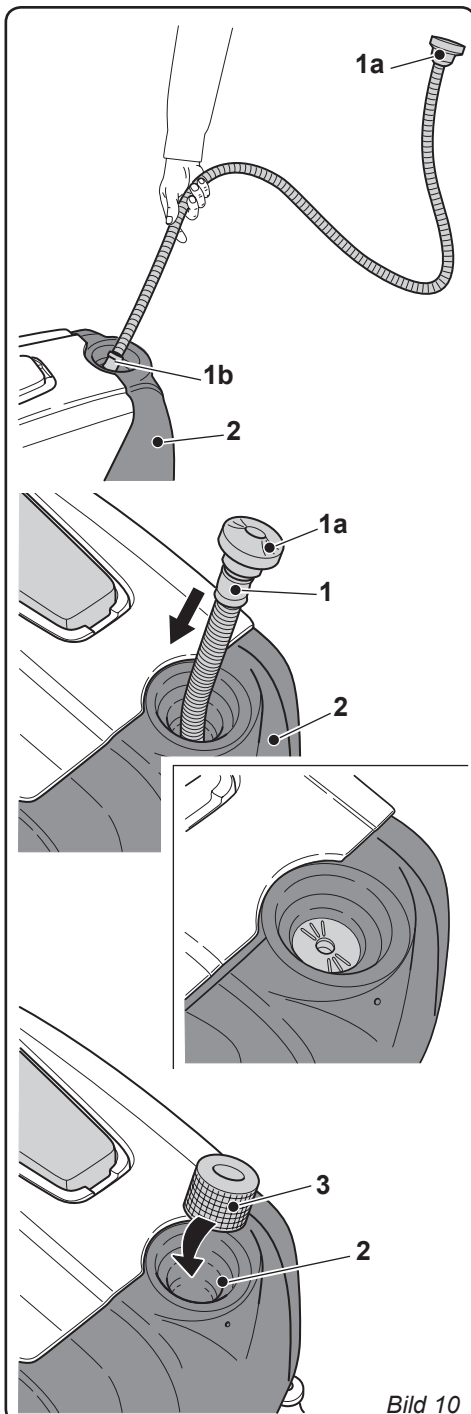

Bild 10
8.1 PÅFYLLNING BEHÅLLARE (Bild 10)